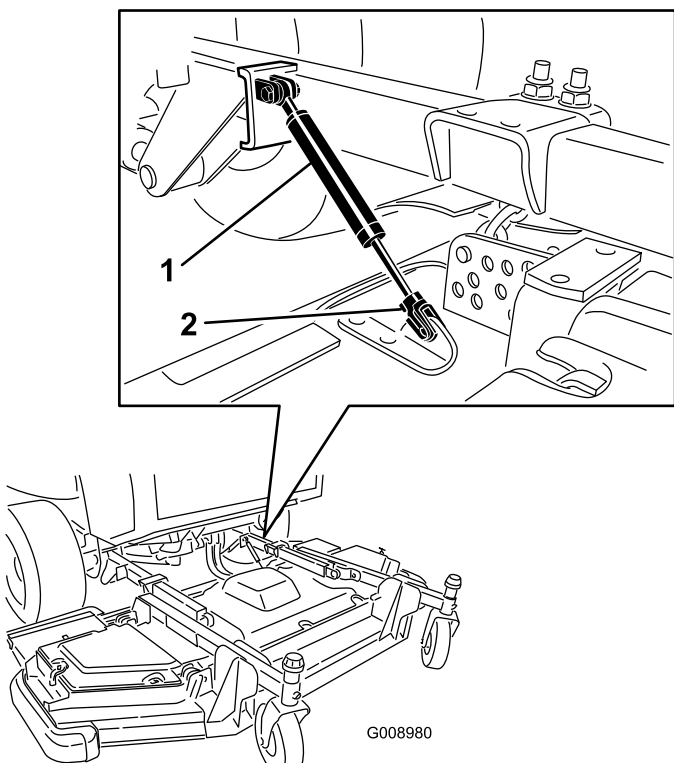

Figure 102
3. Retirez le clip de retenue et détachez l'ensemble amortisseur du plateau de coupe (Figure 102).